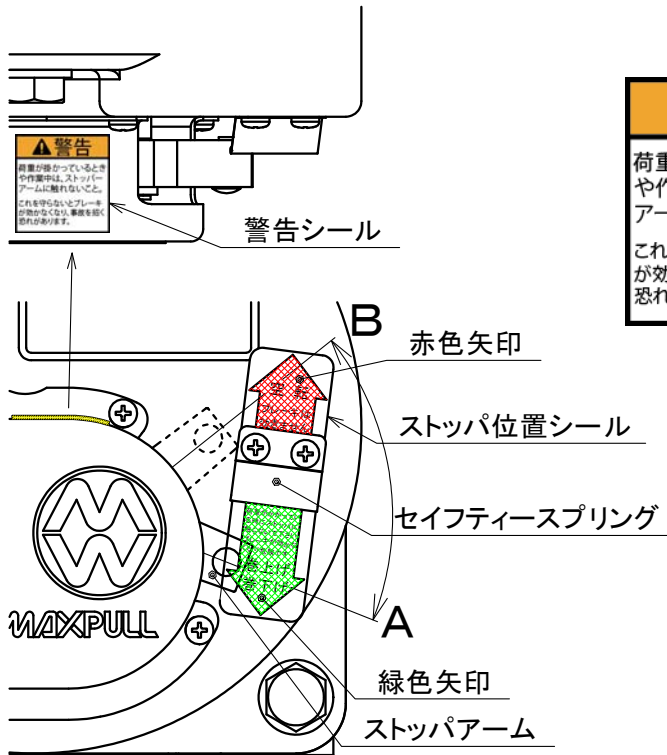

図7 ストッパアームの位置
- ストッパアームの位置が「巻上げ」の位置（Aの方：10頁の図7参照）にセットされていることを確認してください。ストッパアームの位置は本取扱説明書及びウインチに貼り付けられた注意シールにより正しくセットしてください。（但し、SI、SIC、NSILの各タイプはストッパアームが無いので、除きます。）
最初に「ストッパアーム」が図7のAの位置（緑色矢印の方）にあることを確認してください。Bの位置（赤色矢印の方）にあると、ブレーキは効きません。危険なので、**荷重がかかっている場合は、ストッパアームをAの位置から動かさないでください。**ストッパアームに触れるとストッパが外れてブレーキが効かなくなります。作業中や荷重がかかっている場合には不用意に触らないようにしてください。ブレーキの動作確認をするときも、Aの位置にしてください。また、不用意にストッパアームを持ち上げてノーブレーキにならないように、セーフティースプリングがあります。**緊急時にブレーキを解除（ワイヤロープを手で引き出す）する必要が発生した時は、先ず、ハンドルをハンドルホルダから取り外してください。**そして、ワイヤロープに荷重がかかっていないことを確認してください。次に、セーフティースプリングをウインチ側に押し付けながらストッパアームを上を持ち上げ、Bの位置（空転：赤色矢印の方）にセットしてください。これでドラムは空転が可能な状態となり、ワイヤロープを手で引き出すことが出来ます。